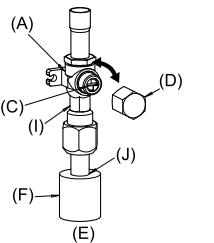

Fig. 4-5
(1) Πλευρά αερίου RP100-140 (Fig. 4-5)